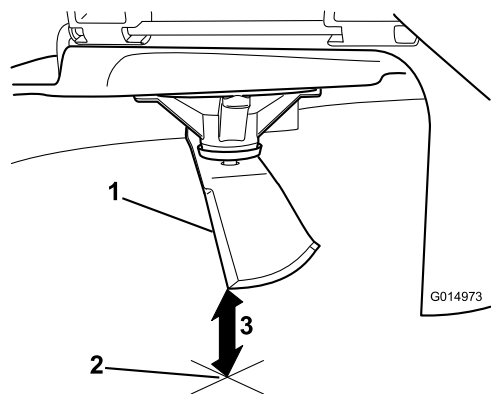

Рисунок 67
3. Відміряйте відстань від кінчика ножа до плоскої поверхні (Рисунок 67).